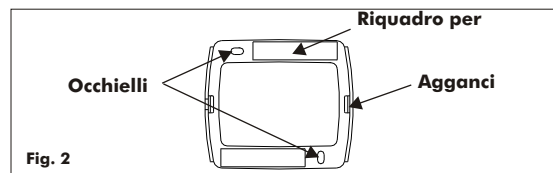

Fig. 2
Per il fissaggio alla parete individuare una posizione piana, possibilmente non metallica. Applicare sul retro del supporto i 2 biadesivi in dotazione, in corrispondenza dei 2 riquadri (Fig. 2), rimuovere la pellicola di protezione e fissare il radiocomando.
- 1) Rimuovere il coperchio contenente la scheda elettronica facendo uso di un cacciavite e facendo leva all'interno della fessura laterale (Fig. 2).